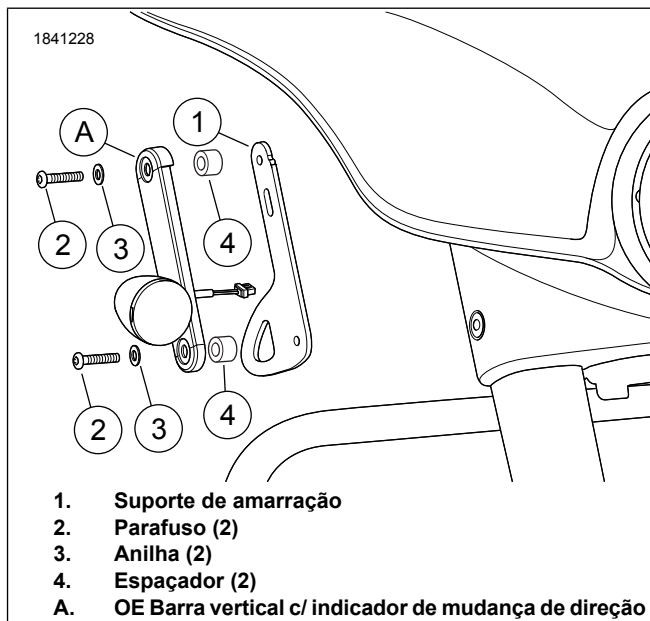

Figura 2. Remover/Instalar o Suporte de Amarração (apresentação do lado direito)
1. Ver a Figura 2. Encaminhe OE o indicador de mudança de direção através da ranhura que se encontra no **novo** suporte de amarração (1).
3. Ver a Figura 2. Instale o suporte de amarração (1), OE a barra vertical (A) com o indicador de mudança de direção, os espaçadores (4), os parafusos (2) e as anilhas (3).